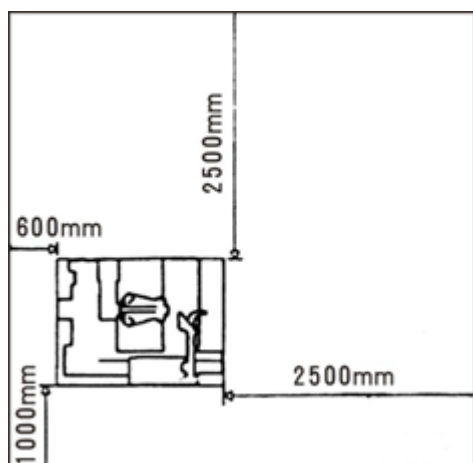

Рис. 15
- Для обеспечения комфортной и безопасной работы оператора станок следует устанавливать с соблюдением рабочих расстояний, указанных на рис. 15.